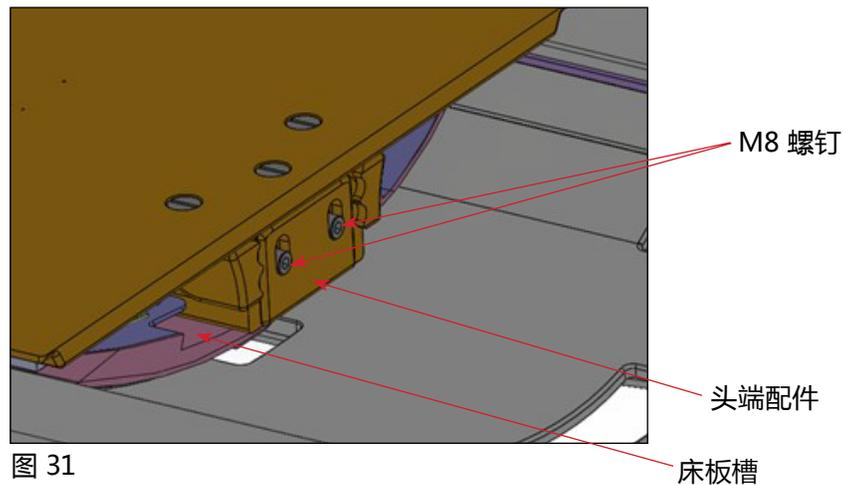

图 31
3. 松开头端配件上的 M8 螺钉, 然后向上或向下滑动前凸缘, 使其到达可以顺畅滑入床板槽的位置(图 31)。